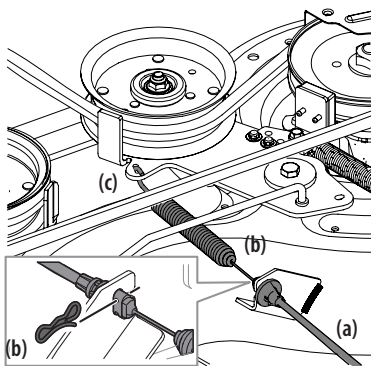

Figure 34
10. Retirez le câble de la prise de force (a) à l'arrière du plateau de coupe en enlevant la goupille fendue (b) qui le fixe. Enlevez le ressort (c) du support de la poulie de tension. Voir Figure 34.
3. Placez un morceau de bois entre le boîtier du plateau de coupe et la lame de coupe pour empêcher tout mouvement. Voir Figure 34.